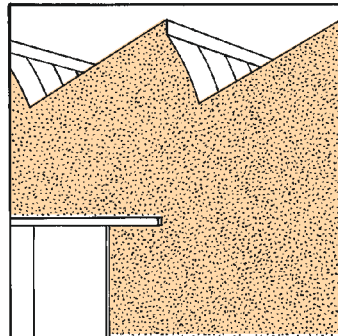

fig. 1.1.3
- Sottofondi in calcestruzzo (fig. 1.1.3).